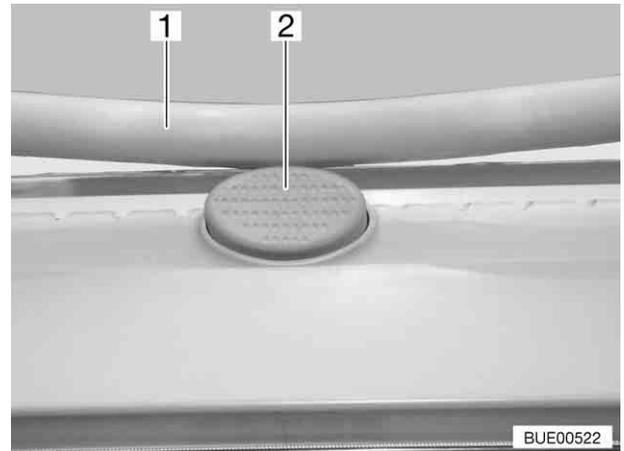

Bild 53 Sicherungsknopf Hebe-Kippdach
- Sicherungsknopf (Bild 53,2) drücken und Bügel (Bild 53,1) mit beiden Händen nach unten ziehen.
- Bügel mit beiden Händen nach oben drücken, bis der Bügel oberhalb des Sicherungsknopfes (Bild 53,2) liegt.